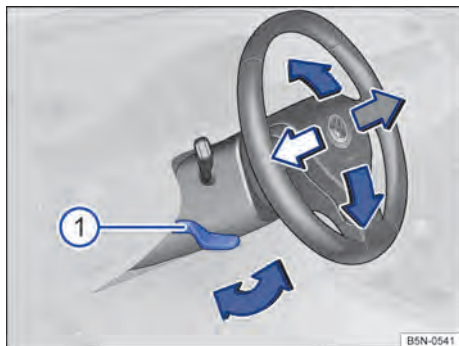

Fig. 53 Debaixo do volante no revestimento da coluna de direção: alavanca para o ajuste mecânico da posição do volante.
- Virar a alavanca \Rightarrow Fig. 53  para baixo.
- Virar a alavanca sempre com firmeza para cima \Rightarrow Fig. 53  após o ajuste, para que o volante não mude de posição involuntariamente durante a condução.